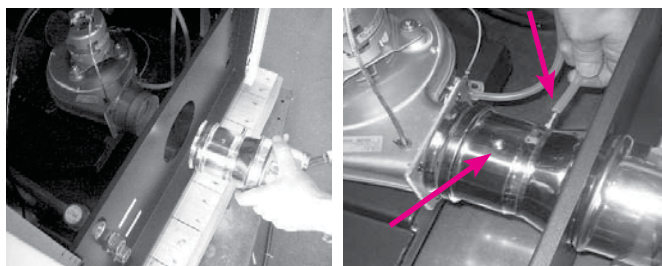

fig. 6.3
- smontare il pannello posteriore svitando le sei viti che lo fissano alla caldaia, e inserire il raccordo fumi, in dotazione, alla bocca del ventilatore di estrazione fumi fissandolo con l'apposita vite (fig. 6.3).